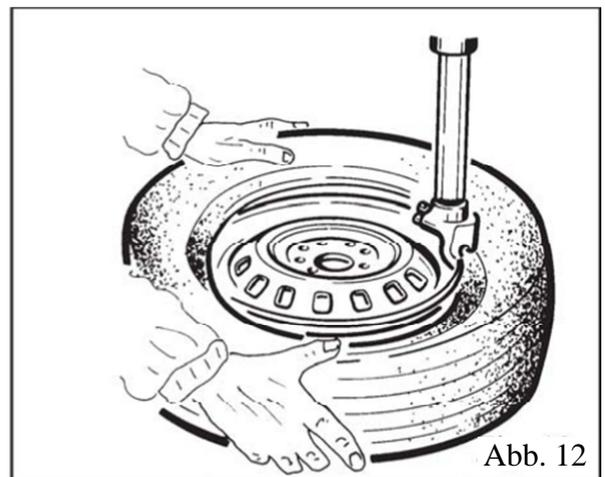

Abb. 12
- Durch Drücken des Reifenwulstes mit den Händen in Richtung Felgenkanal das Pedal (Z) absenken, um den Drehteller im Uhrzeigersinn zu drehen. Dies für den gesamten Umfang der Felge ausführen (Abb. 12).